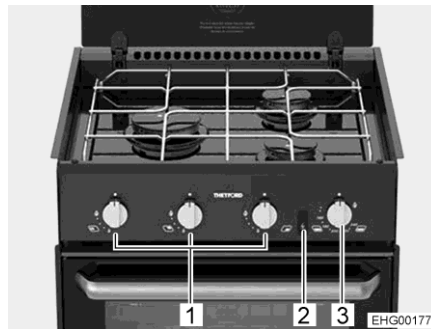
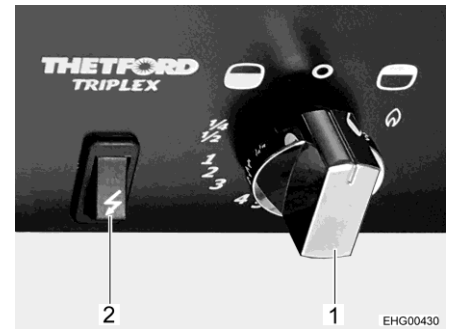

Bild 157 Herd mit Gaskochplatten
Bild 158 Bedienelemente (Gasbackofen mit Grill)
- Drehregler (Bild 157,1) der gewünschten Brennstelle drücken, auf Zündposition (große Flamme) drehen und gedrückt halten, bis die Flamme brennt (maximal 15 Sekunden lang).
- Drehregler (Bild 157,3 und Bild 158,1) drücken und entgegen dem Uhrzeigersinn (in Richtung Backofen-Symbol ") auf maximale Einstellung stellen.
- Drehregler (Bild 157,3 und Bild 158,1) drücken und 5 bis 10 Sekunden lang gedrückt halten. Es strömt Gas zum Brenner.
- Zündschalter (Bild 157,2 und Bild 158,2) so lange drücken, bis die Flamme brennt.
- Drehregler (Bild 157,3 und Bild 158,1) drücken und im Uhrzeigersinn (in Richtung Grill-Symbol ") auf das Flammensymbol stellen.
- Drehregler (Bild 158,1) auf "O" drehen. Die Flamme erlischt.